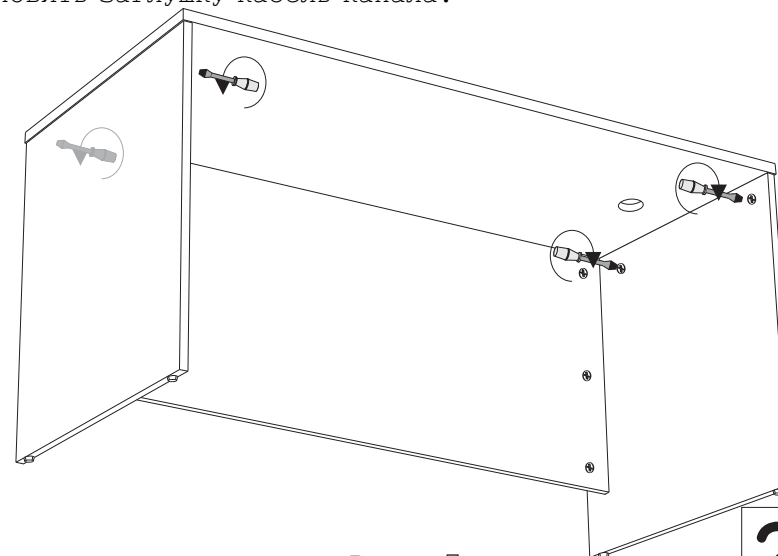

Рис. 7
6. Соединить столешницу 4 с боками стола 1 и 2. При установке столешницы возможно повернуть ее таким образом, чтобы отверстие кабель канала располагалось слева или справа. Затянуть эксцентрики 7 на боках стола 1 и 2 по часовой стрелке до упора (Рис. 7).